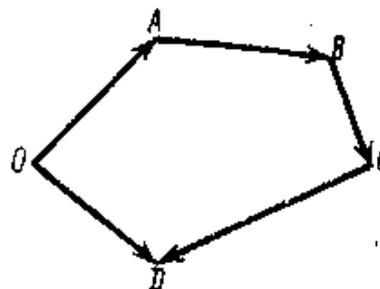

Рисунок 1
2. Укажите, какой вектор силового многоугольника (рис. 1) является равнодействующей силой.